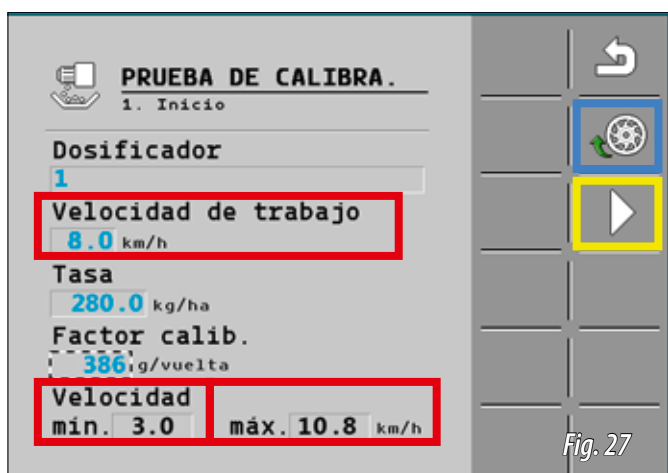

Fig. 27
**14-** Una vez introducidos los 3 valores deseados, comprobar en la pantalla del controlador, las velocidades de trabajo mínimas y máximas. Cuando la velocidad que se desee trabajar este en medio de estos dos valores (en rojo Fig. 27), se procederá a abrir la puerta de guillotina y fijarla mediante el tornillo, llenar las celulas dosificadoras (pulsar icono "PRELLENADO", en azul, Fig. 27) y posteriormente hacer el test (pulsar icono "PLAY", en amarillo, Fig. 27).